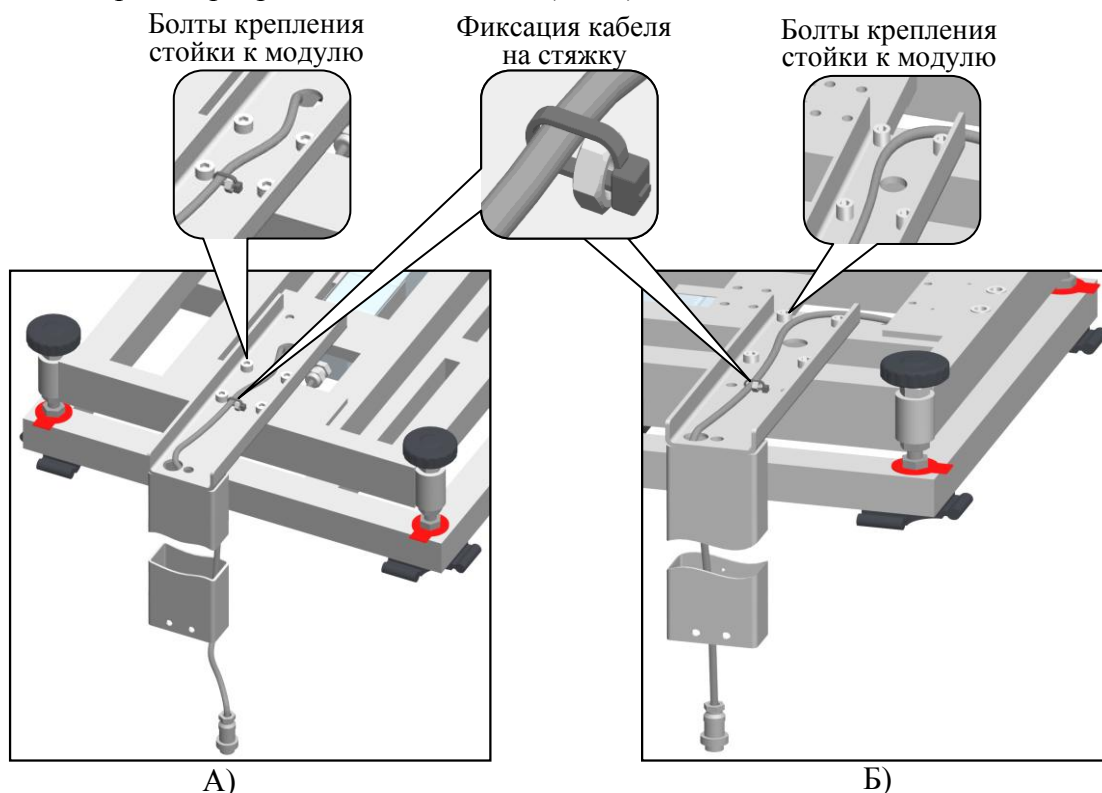

Рисунок 2 – Установка стойки крепления весового терминала.
- В модификациях ТВ-5040N\_3 и ТВ-8060N\_3 закрепите к основанию модуля стандартную стойку (см. рис. 2А).
- В модификации ТВ-5040N\_3n закрепите укороченную стойку (см. рис. 2Б).